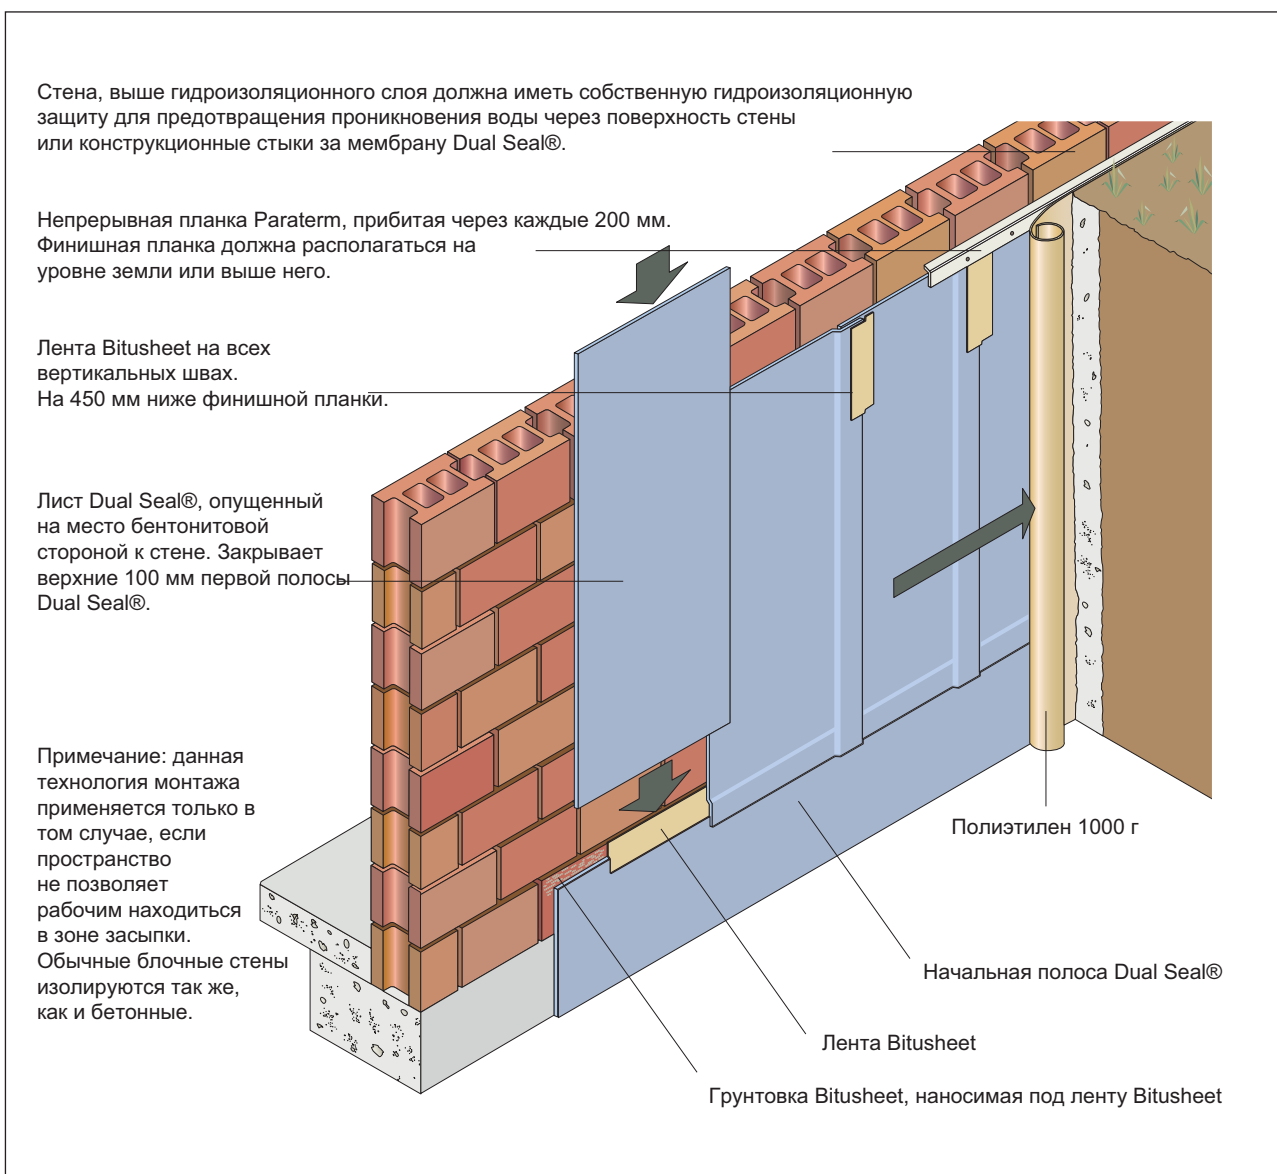

Рисунок 4. Монтаж гидроизоляции Dual Seal®.
14. После этого края листов изоляции Dual Seal® вдоль швов (кроме случаев монтажа с малым зазором, рис. 4) необходимо прибить гвоздями на расстоянии 600 мм. При монтаже с вертикальными швами гвозди должны располагаться на расстоянии от 600 до 1000 мм, а швы необходимо проклеить лентой Bitusheet.
6. Установите оконечную планку Paraterm® и прибейте ее гвоздями с интервалом 200 мм. Финишная планка должна располагаться на одном уровне или выше слоя грунта (см. рис. 4 и 5).
7. Установите оконечную планку Paraterm® и прибейте ее гвоздями с интервалом 200 мм. Финишная планка должна располагаться на одном уровне или выше слоя грунта (см. рис. 4 и 5).
6. Установите оконечную планку Paraterm® и прибейте ее гвоздями с интервалом 200 мм (см. рис. 4). Финишная планка должна располагаться на одном уровне с грунтом или выше него.